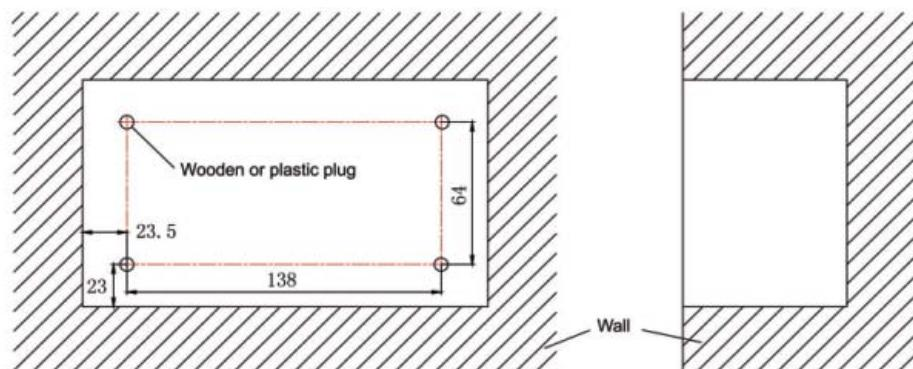

Fig. 3.9 Esquema de orificios de fijación en la pared
- Si el controlador centralizado se instala en una pared, realizar un orificio de 180mmx107mmx62mm y aplicar 4 empalmes adecuados según la fig. 3.9.